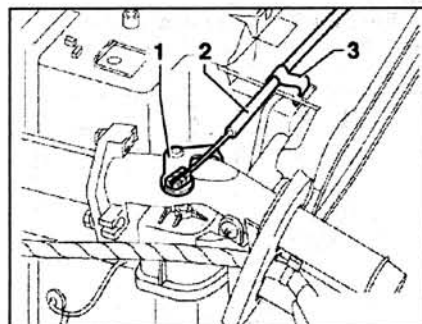

Рис. 8.74. Отцепите фиксатор 3, отцепите трос 2 от рычага 1 регулировочного клапана.
3. Отцепите фиксатор 3, отцепите трос 2 от рычага 1 регулировочного клапана (рис. 8.74).